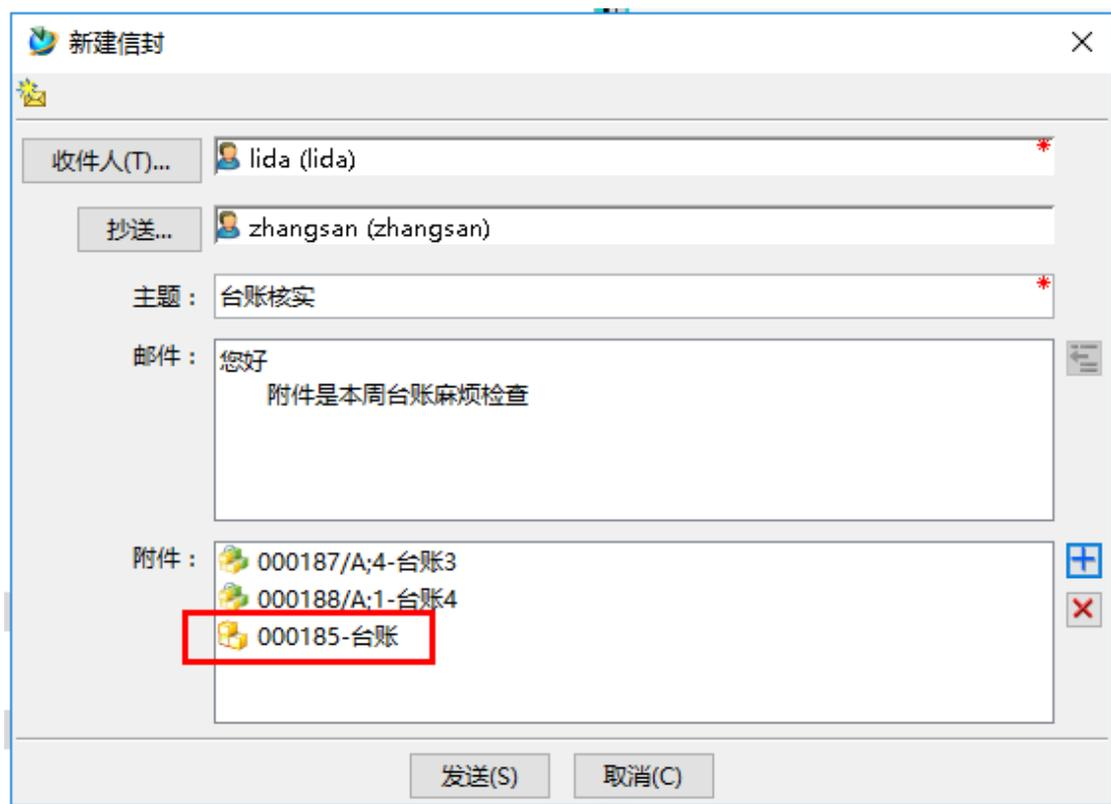

图 4
3.如果新建的信封前已经复制了别的数据集，就可以在粘贴板中可见数据，再在新建信封界面中点击添加按钮，会把粘贴板中的数据添加到附件中。如图 4。